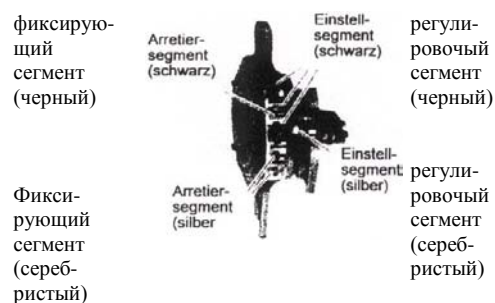

рис.10
- а) Установите нужный размер резьбы путем установки подходящего арретирующего сегмента в соответствующем регулировочном сегменте. Размеры резьбы нанесены на регулировочных сегментах. Для работы в диапазоне размеров резьбы $\frac{1}{2}$ от " до 1" вложите серебристый арретирующий сегмент в серебристые регулировочные сегменты, а для работы в диапазоне размеров резьбы от 1 " до 2" вложите черный арретирующий сегмент в черные регулировочные сегменты (рис. 10).
- а) Ослабьте винт с внутренним шестигранником регулировочного сегмента. Переместите регулировочный сегмент в направлении С для нарезки резьбы большей глубины или в направлении D для нарезки резьбы меньшей глубины (рис. 10).